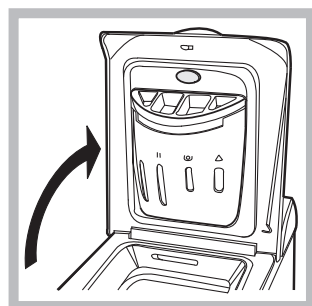

Fig. 1
A) Öffnen (Abb. 1) Öffnen Sie den äußeren Deckel ganz.